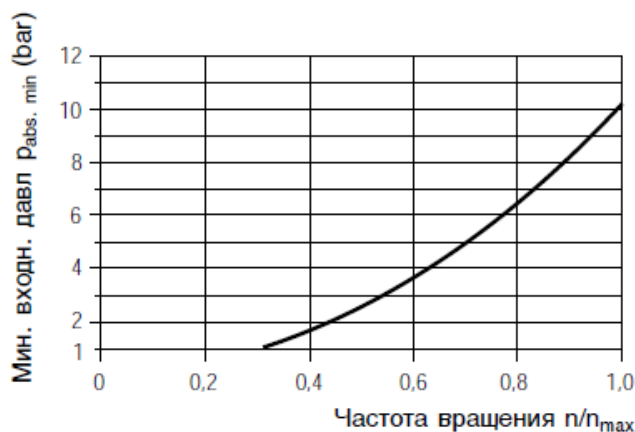

Рисунок 3 - Минимальное давление на входе А(В)
2.1.1.4 Во избежание поломки гидромотора должно быть обеспечено минимальное входное давление, которое зависит от скорости вращения (см. рисунок 3)